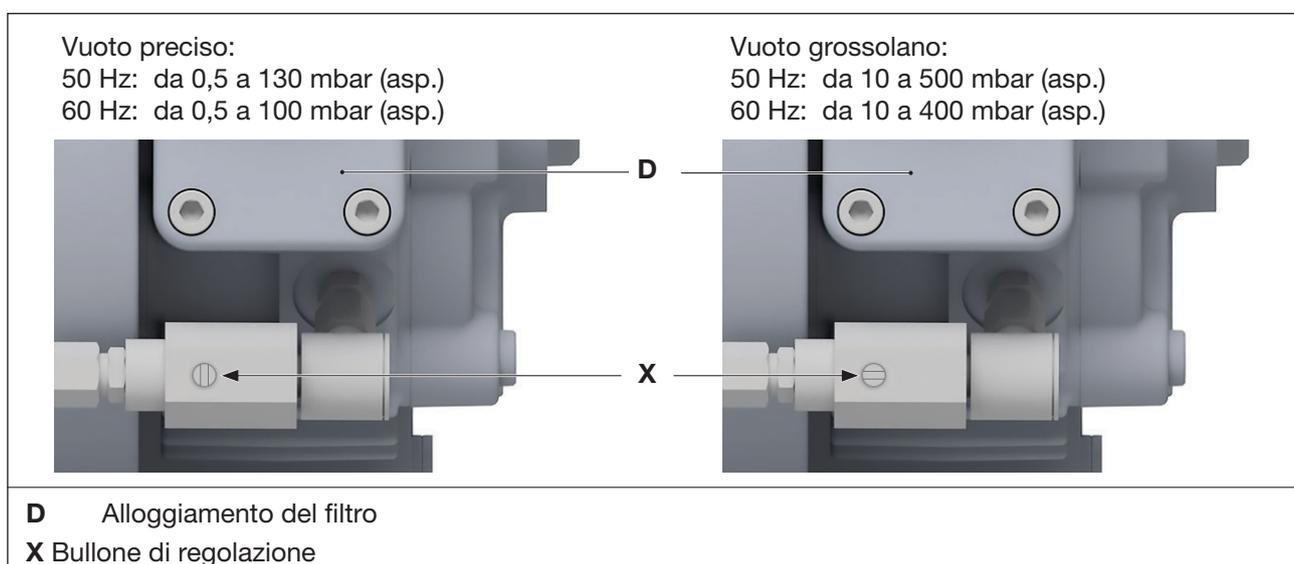

Fig. 5 Impostare campo di funzionamento variante VCE 25 (09)
- Impostare il bullone di regolazione (Fig. 5/X) sul campo di funzionamento desiderato utilizzando un cacciavite.
Le posizioni per il vuoto fine e il vuoto grezzo sono indicate in Fig. 5.